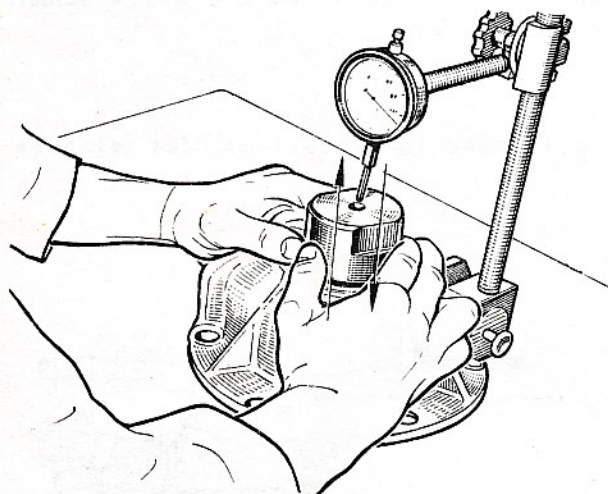

Fig. 18
- * Vérifier le jeu au comparateur comme indiqué fig. 18.